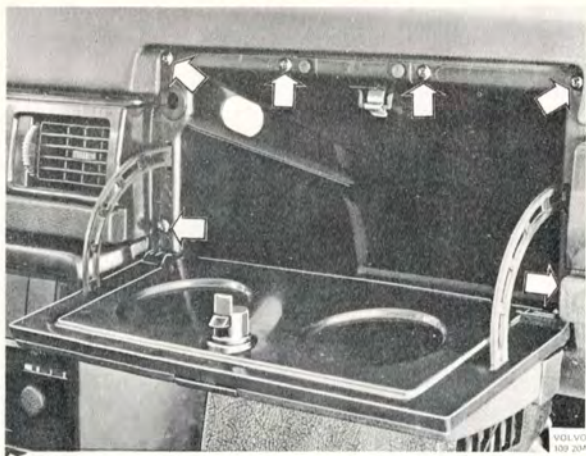

Bild 8-51. Demontering av handskfack
1. Demontera handskfackets fästskruvar (6 st), bild 8-51.